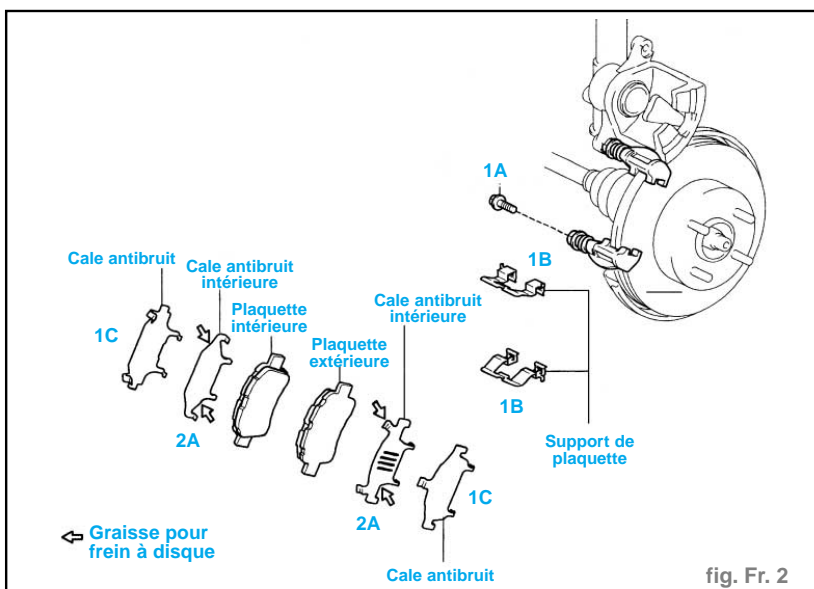

fig. Fr. 2
- Déposer les plaquettes de frein avec les cales antibruit (1C-2A) puis les deux supports de plaquettes (1B). (fig. Fr. 2)
- Tout en maintenant la tige coulissante, poser le boulon (1A) de maintien de l'étrier (couple de serrage 3,4 daN.m). (fig. Fr. 2)